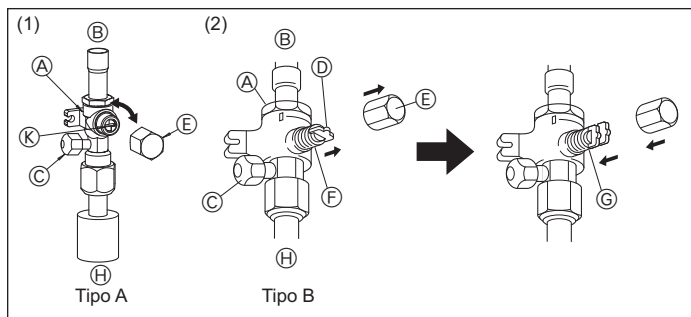
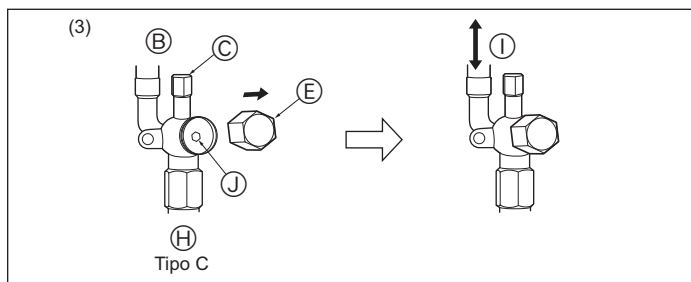

Fig. 5-9
Fig. 5-10
(1) Tipo A (Fig. 5-9)
- ① Rimuovere il cappuccio, quindi ruotare in senso antiorario di un quarto di giro tramite un cacciavite a lama piatta per completare l'apertura.
- ② Controllare che le valvole siano completamente aperte, quindi ricollocare il cappuccio nella sua posizione originale e stringerlo.
(2) Tipo B (Fig. 5-9)
- ① Rimuovere il cappuccio, tirare la maniglia verso di sé e ruotare di 1/4 di giro in senso antiorario per aprire.
- ② Assicurarsi che la valvola d'arresto sia completamente aperta, spingere in dentro la maniglia e riportare il cappuccio alla posizione originale.
(3) Tipo C (Fig. 5-10)
- ① Togliere il cappuccio e girare fino a quando è possibile l'asta della valvola in senso antiorario utilizzando una chiave esagonale da 4 mm. Smettere di girare quando si urta l'otturatore.
- ② Assicurarsi che la valvola d'arresto sia completamente aperta e riportare il cappuccio alla posizione originale.